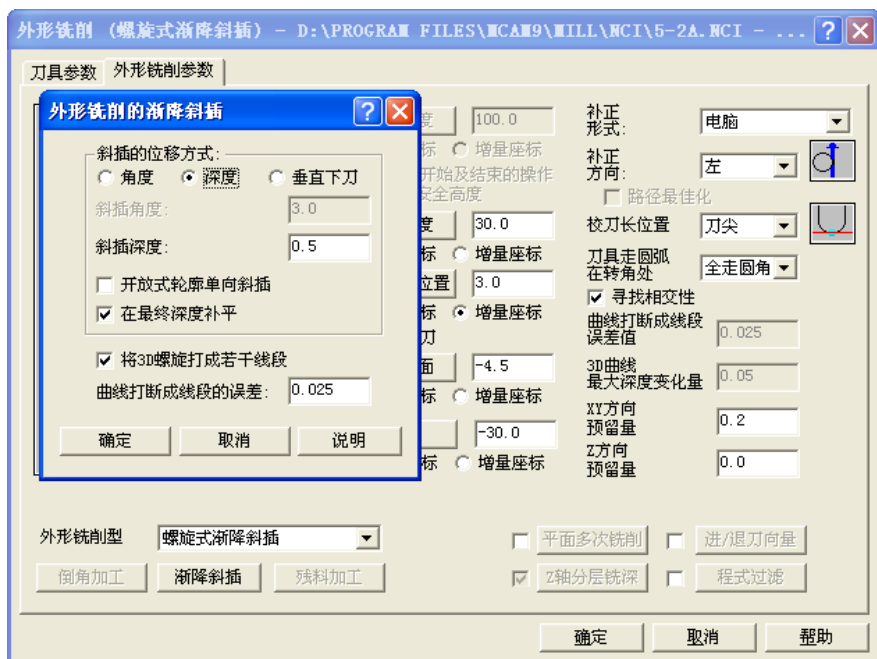

图 5-41 外形铣削（螺旋式渐降斜插）参数
5) 选择“外形铣削（螺旋式渐降斜插）”，刀具参数、参考高度和进给下刀位置等均同步骤 2)，图形选择 $\phi 16$ 圆。工件表面：-4.5，深度：-30.0，XY 方向预留量：0.2，Z 方向预留量：0.0，补正形式选择“电脑”，补正方向：左，其余默认；在“外形铣削的渐降斜插”对话框中点选“深度”，设定斜插深度：0.5，勾选“在最终深度补平”，其余默认，如图 5-41 所示。将以上步骤 4)、5) 设定为群组 BJX-D10。